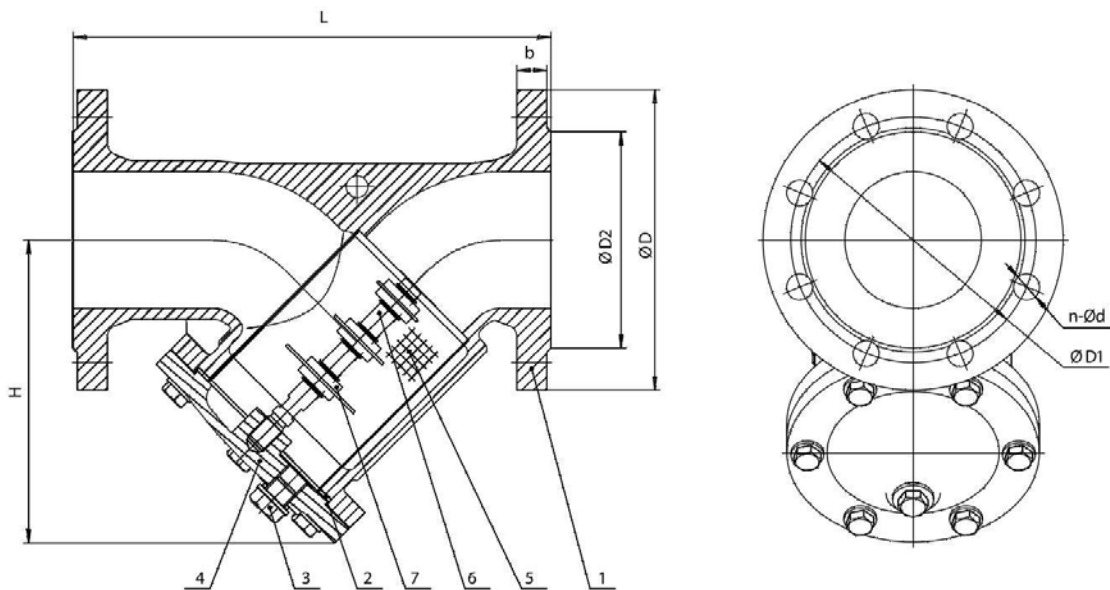

Рис. 1
1.2.6. Основные размеры и характеристики фильтра приведены на рис.1 и в табл.2.
1.3.1. Основные элементы конструкции фильтра приведены в табл.1, на рис.1.
1.3.2. Принцип действия фильтра основан на улавливании механических примесей внутренней поверхностью фильтрующего элемента сетки (5) с осаждением этих примесей на дне осадочной камеры корпуса (1) с крышкой (4) и ферромагнитных включений наружной поверхностью магнитов (7), расположенных на стержне (6) (рис.1).
| 3. | Пропуск среды через соединение «корпус-крышка» | Ослабла затяжка болтов крепления крышки Износ или повреждение уплотнения | Произвести дополнительную затяжку болтов крепления крышки 4 (рис.1). Демонтировать крышку и заменить уплотнение 2 (рис.1)* |